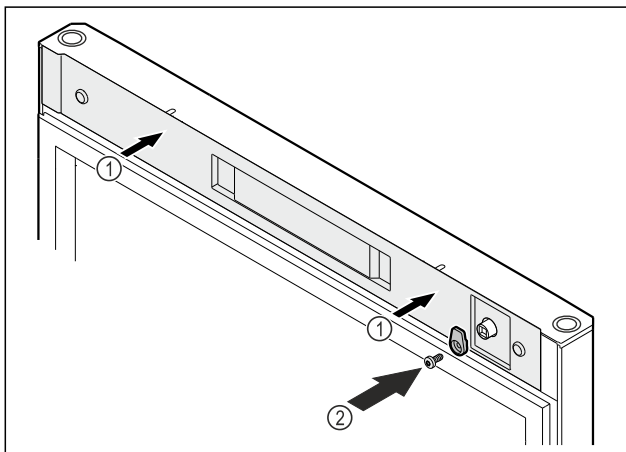

Fig. 54
- Założyć ostonkę Fig. 54 (1).
- Przykręcić haczyk zamykający Fig. 54 (2).